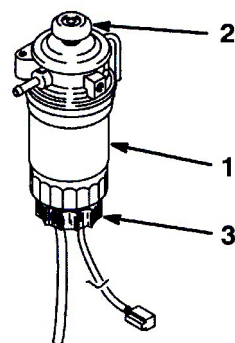

図28
3. フィルタ/セパレータのドレン・プラグを開き、たまっている水を出す。必要ならプライミング・ポンプを使う（図28）。終了したらプラグを締める。